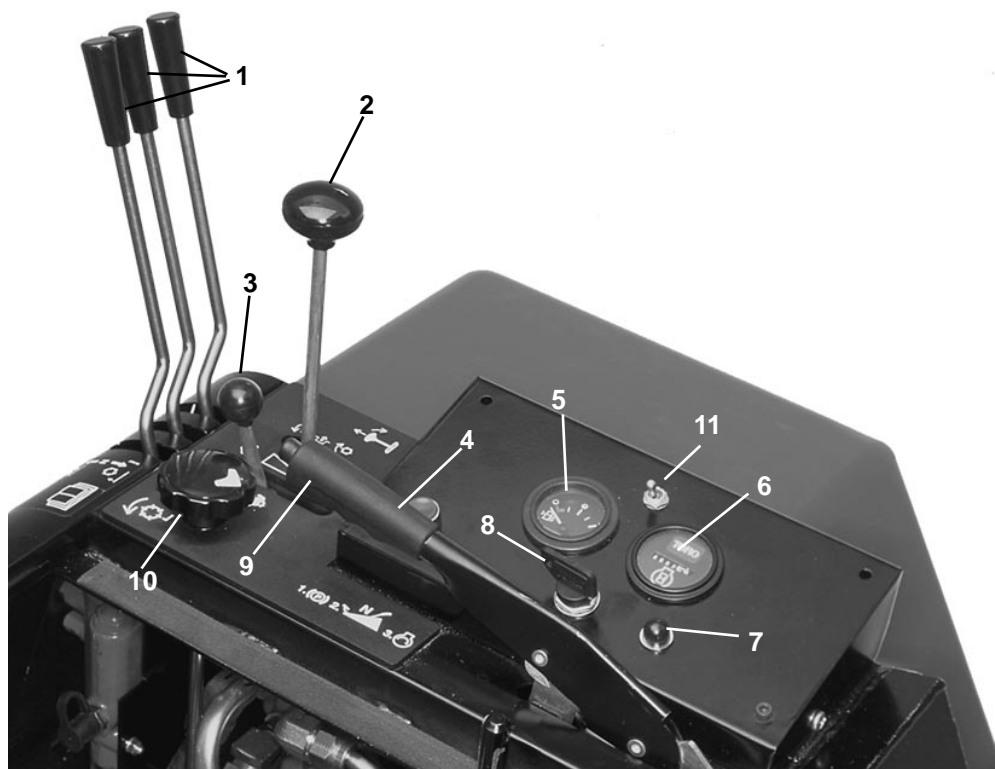

Fig. 12
Comandi di sollevamento apparati di taglio (Fig. 12)—Le due leve esterne alzano ed abbassano i due apparati di taglio esterni; la leva centrale alza ed abbassa i due apparati anteriori e quello centrale. Il motore deve girare per potere abbassare gli apparati di taglio. I cilindri si fermano automaticamente quando gli apparati di taglio sono alzati. Non lasciare scattare le leve in posizione di folle, o gli apparati di taglio non floteranno liberamente.
Bottone di esclusione del motore (Fig. 12)—Premere questo bottone per azionare il motore in seguito all'arresto automatico mediante sistema di sicurezza elettrico a causa di surriscaldamento. Usare soltanto per brevi periodi.
Indicatore di livello del carburante (Fig. 12)—Indica la quantità di carburante nel serbatoio.
Interruttori automatici (Fig. 12)—L'interruttore automatico principale (40 ampere) protegge i circuiti elettrici principali del motore e le opzioni, es. fari. L'interruttore automatico ausiliario (10 ampere) protegge l'impianto elettrico delle spie e degli interruttori. Premere il bottone per resettare gli interruttori automatici.
Contaore (Fig. 12)—Indica il totale delle ore di funzionamento della macchina. **N.B.:** Le righe che girano nella finestrella a sinistra del contaore indicano che il contaore è in funzione.
Interruttore di accensione (Fig. 12)—Tre posizioni: OFF (spento), ON (acceso) e START (avviamento). Girare la chiave in posizione START e rilasciarla quando il motore si avvia. Per spegnere girare la chiave in posizione OFF.
Leva del freno di stazionamento (Fig. 12)—Alzando la leva si blocca il freno. Per rilasciarlo, alzare la leva, premere il bottone ed abbassare la leva. Per avviare il motore è necessario che il freno sia innestato. Innestare sempre il freno di stazionamento prima di alzarsi dal sedile.
Comando velocità del cilindro (Fig. 12)—Girare la manopola in senso orario per aumentare la velocità del cilindro, ed in senso antiorario per ridurla. Per ottenere l'ideale velocità di taglio usare con il limitatore di velocità.
Leva del gas (Fig. 12)—Spostare la leva in avanti per aumentare il regime del motore, e indietro per ridurlo.
1. Sedersi sul sedile senza poggiare il piede sul pedale di trazione. Verificare che il freno di stazionamento sia innestato (Fig. 12). Il pedale di trazione e la leva di tosatura-lappatura devono essere in folle.
Sistema di allarme—Se durante l'utilizzo si accendesse una spia, fermare immediatamente la macchina e rettificare il problema prima di continuare il lavoro. La macchina può essere gravemente danneggiata se viene utilizzata quando vi sono guasti. In caso di emergenza, tuttavia, si può usare il bottone di esclusione del motore (Fig. 12) per brevi periodi, per azionare il motore dopo che si è fermato a causa di surriscaldamento.
Avviare il motore e spostare la leva del gas in posizione FAST per fare girare il motore alla massima velocità. Spostare la leva di tosatura-lappatura in posizione di tosatura (MOW) (Fig. 12); ora i cilindri girano. Disinnestare il freno a mano. Per spostarsi in avanti e tosare premere in avanti il pedale di comando della trazione (Fig. 20). Mantenere il contatto tra il pedale di trazione e il limitatore di velocità per ottenere un buon taglio ed una qualità di taglio costanti.